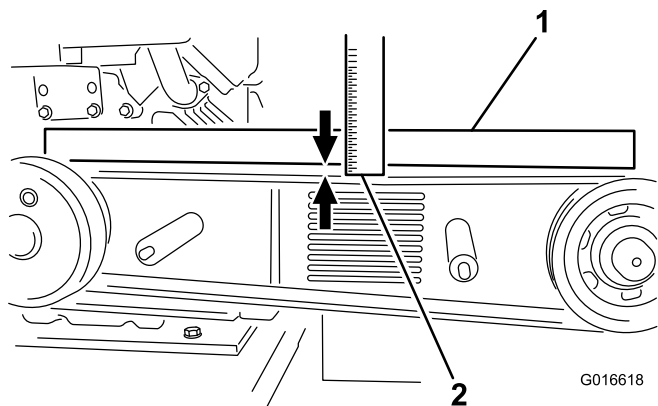

Figura 27
6. Coloque una regla sobre las poleas del embrague y del volante, y apriete el perno tensor de la correa hasta que la correa se desvíe 1 cm (0.40 pulgada) al aplicar una fuerza de 6.8 kg (15 libras) en el centro de la correa (al tensar una correa usada) o de 8 kg (18 libras) al instalar una correa nueva (Figura 27).